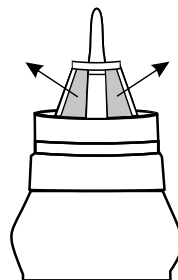

Рисунок 2
**ВНИМАНИЕ!** Перед началом работ по выполнению измерений ВГД, удалите транспортировочные вкладыши между штоком вибратора и защитным кольцом (см. рис. 2).